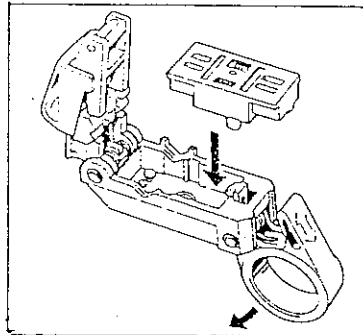

Figure 19
C. Montage de la cale de réglage. La cale est identifiée suivant différents types de câbles. Placer la cale de façon à ce que le marquage correspondant au câble à dénuder soit situé au dessus des vis de réglage (fig. 19). Fermer l'outil.